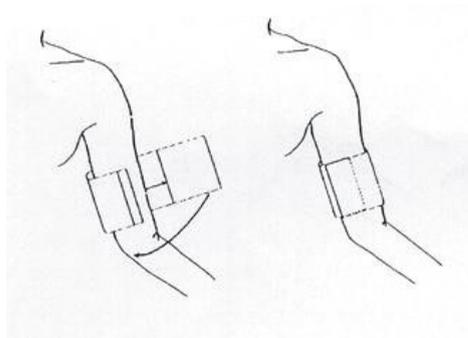

Figura 9-1 Utilização do punho
2. Da seguinte forma, amarre o manguito no braço ou coxa do paciente, como mostra a figura 9-1.